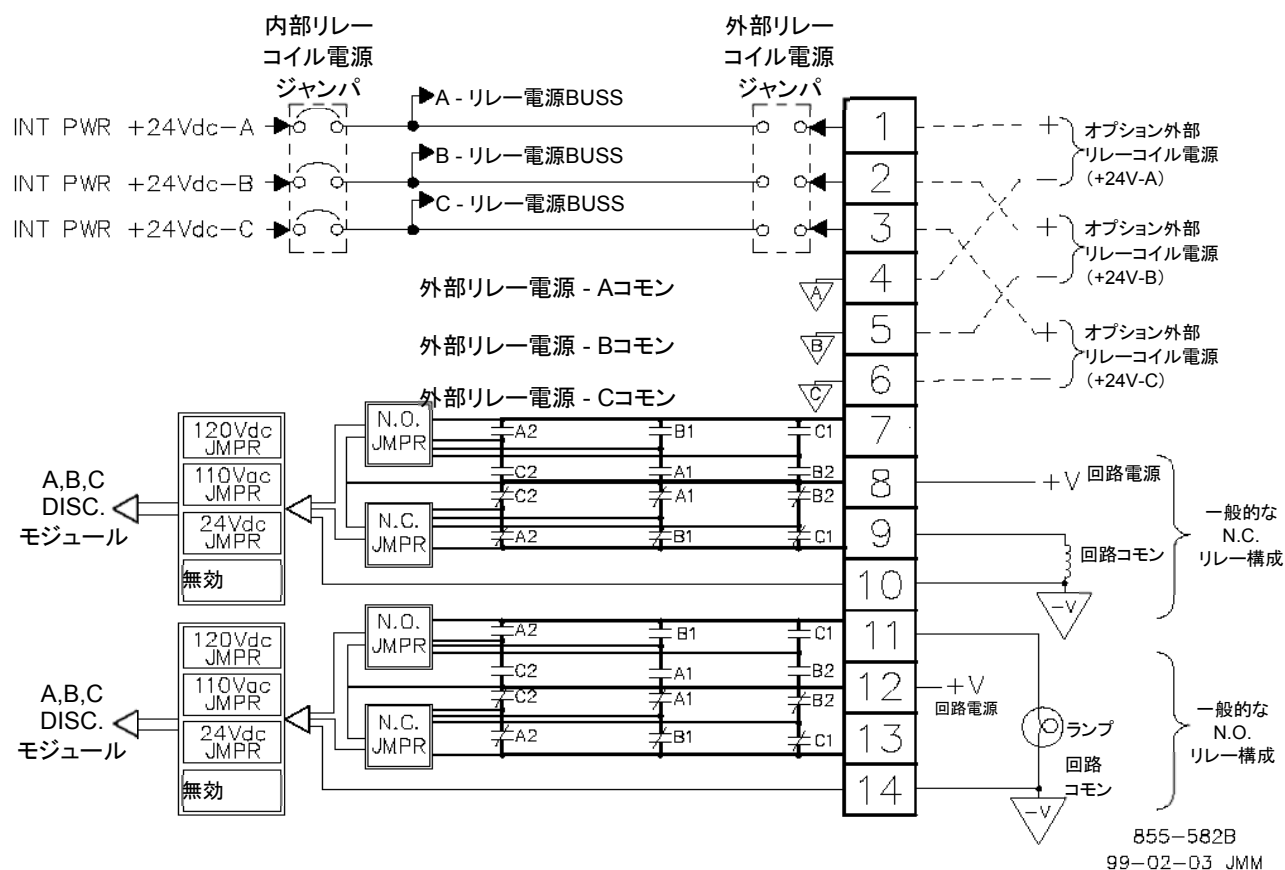

図 4-19. リレー出力配線図の例
- FTMのリレー出力配線接続については、図4-19、付録Aを参照してください。